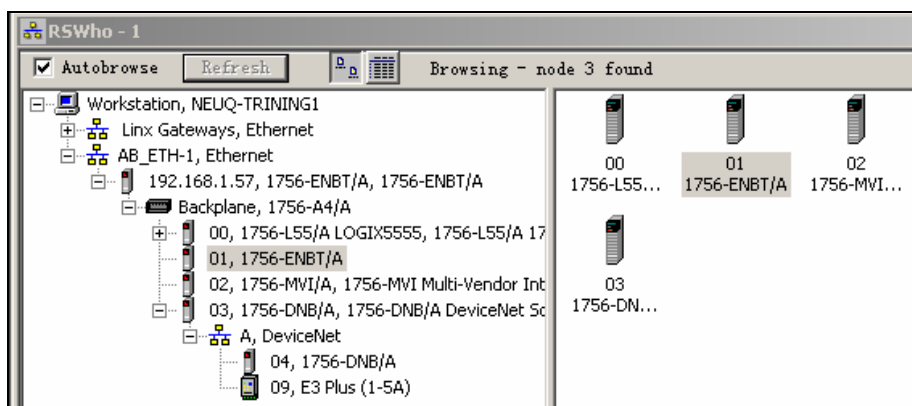

图 3-31 查看 DeviceNet 网络
9. 单击 Close 回到 RSLinx 初始界面，单击 Communications->RSWho，并选中右上角 Autobrowse 或单击 Refresh，如果驱动组态正常，单击该网络图标，会出现所配置好的设备的图标，用户可通过 ControlLogix 背板的“透明”网关功能，访问 DeviceNet 网络上的设备，如图 3-31 所示。